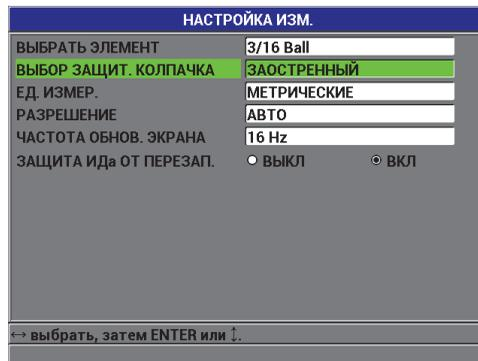

Рис. 4-5 Экран НАСТРОЙКА ИЗМЕРЕНИЯ
3. В окне **НАСТРОЙКА ИЗМ.** (см. Рис. 4-5 на стр. 86) выполните следующее: